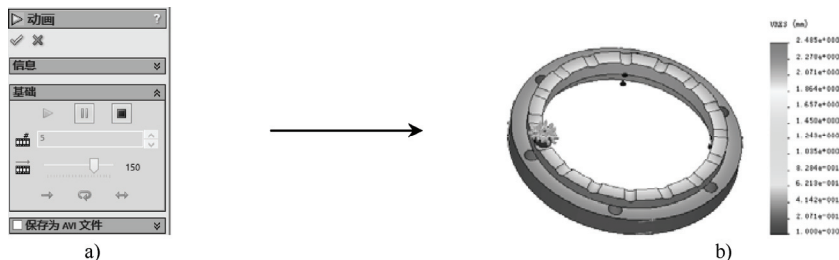

图 9-68 动画展示操作和位移动画效果
STEP 10 右键单击“算例”树中“结果”项下的“位移 1”项，在弹出的快捷菜单中选择“显示”菜单项，显示位移效果，然后再右击“位移 1”项，在弹出的快捷菜单中选择“动画”菜单项，以动画形式显示位移效果，如图 9-68 所示。